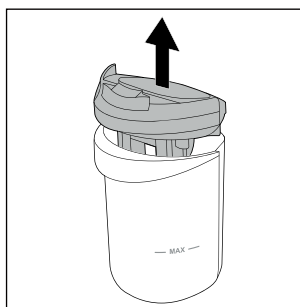

Fig. 21
- ◆ Estrarre il coperchio del contenitore dell'acqua sporca ❸ dal contenitore dell'acqua sporca ❷ tirandolo verso l'alto (vedere fig. 21).